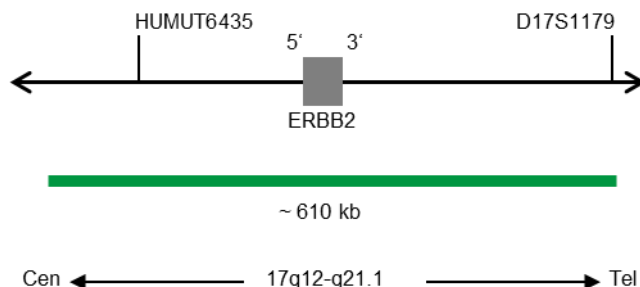

Fig. 1 : Carte de la sonde SPEC ERBB2 (pas à l'échelle)
- Polynucléotides marqués au ZyGreen (excitation 503 nm/émission 528 nm) (~5,0 ng/μl), qui ciblent des séquences cartographiées en 17q12-q21.1* (chr17:37,572,531-38,181,308) hébergeant la région du gène ERBB2 (voir figure 1).
- Polynucléotides marqués au ZyOrange (excitation 547 nm/émission 572 nm) (~0,2 ng/μl), qui ciblent des séquences cartographiées dans 17p11.1-q11.1 spécifiques de la région centromérique satellite alpha D17Z1 du chromosome 17 (voir figure 1).